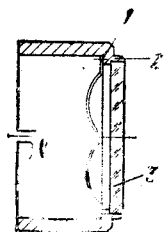

Рис. 59. Светофильтр в оправе:
84. Светофильтр в оправе (рис. 59) служит для повышения контраста изображения цели